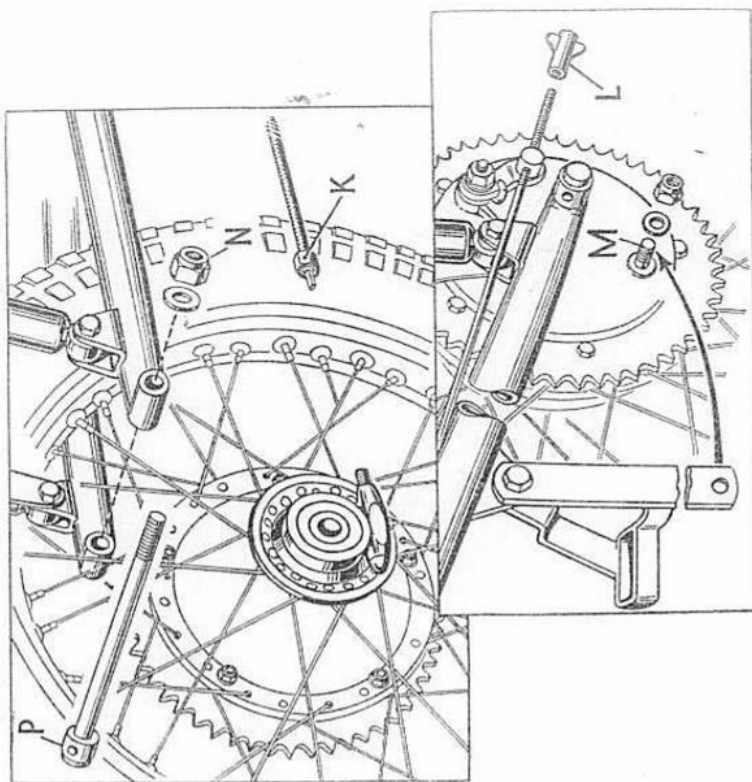

Fig. 26. Dépose de la roue arrière.
On effectue le réglage du frein en tournant l'écrou à oreilles (L) Fig. 26 dans le sens des aiguilles d'une montre (lorsque l'observateur se tient à l'arrière de la machine).
Déconnecter le câble de compteur de vitesse de son organe d'entraînement en (K) Fig. 26, puis dévisser le dispositif de réglage du frein (L) de la tige de commande de frein. Désaccoupler la chaîne à son maillon à ressort et la dérouler de la roue dentée arrière, mais la laisser en position sur la roue dentée de la boîte de vitesses pour simplifier la remise en place.
Déconnecter le bras de couple au flasque de frein (M) Fig. 26 et desserrer la connexion avant pour permettre au bras de demeurer suspendu au tube de la fourche. Déposer l'écrou d'arbre de roue (N) sur le côté droit et, à l'aide d'un levier-pince, extraire l'arbre (P) par le côté gauche. Supporter la roue pendant l'extraction de l'arbre, puis l'abaisser au sol et la déposer. A la remise en place de la chaîne, s'assurer que la pince élastique du maillon de connexion air son extrémité fermée dirigée dans le sens de rotation de la chaîne (c'est-à-dire vers l'avant, sur le brin supérieur). Revoir le réglage du frein suivant les besoins.